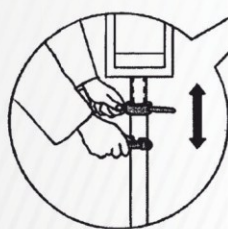

Рисунок 28
3. Ослабьте фиксирующую ручку на пол оборота (рис.28).
5. Проведите финальную регулировку высоты, для уменьшения вибрации (рис.28).